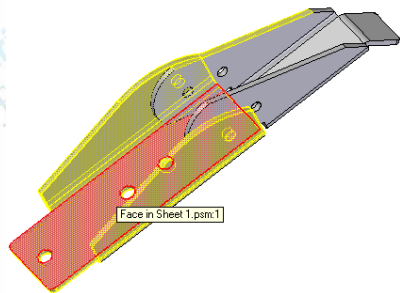
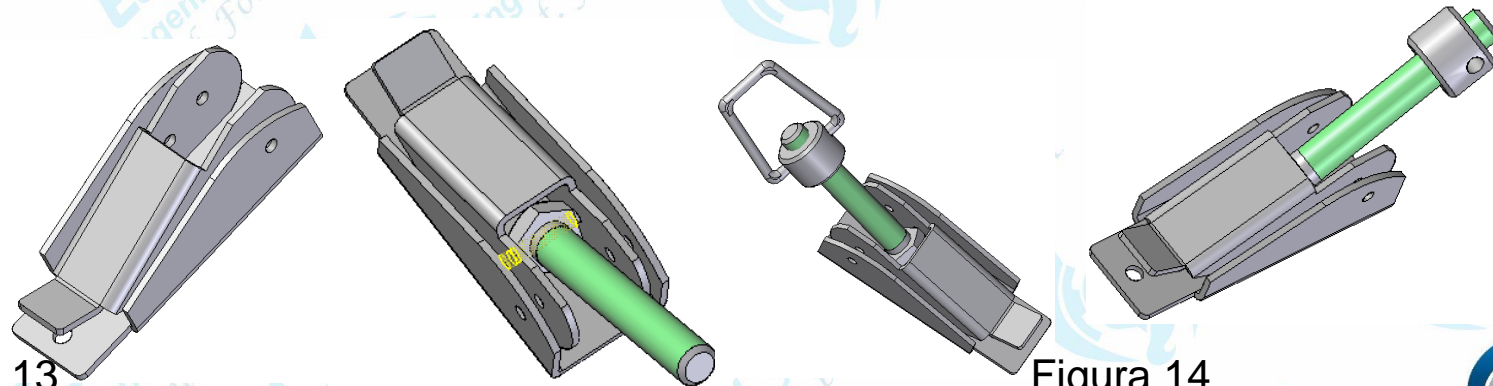

Figura 13
Figura 14
- entre os planos indicados na *Figura 13*. No campo **Angle Value**, digite o valor 180° e o resultado deve ser semelhante ao da *Figura 14*.